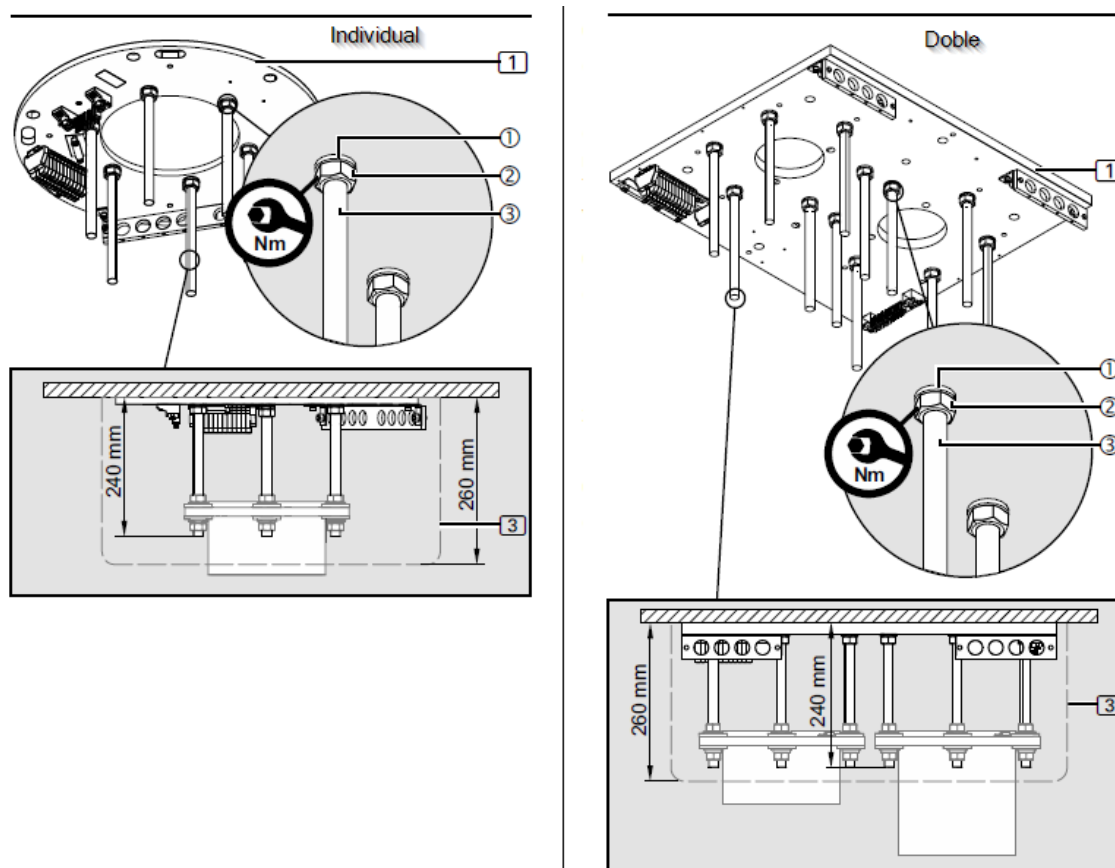

Fig. 14 Installation de la plaque d'interface sans faux plafond
- La garniture de toit (3) sera ultérieurement montée au ras du toit et recouvre la bride du tuyau de toit.
- Pour la garniture de plafond (3), qui a une hauteur de 260 mm, les 6/12 boulons filetés M16 x 330 mm (3) doivent être coupés à 240 mm (max. 245 uniquement pour la ROTATION DE LA COLONNE). Voir Fig. 14.
- Ébavurez légèrement les boulons filetés M16 x 330 mm (1) pour assurer un engagement maximal du filetage dans la plaque d'interface (1).
- Visser 1 écrou hexagonal M16 (2) chacun sur les boulons filetés M16 (3), puis monter 1 rondelle élastique (1) chacun.